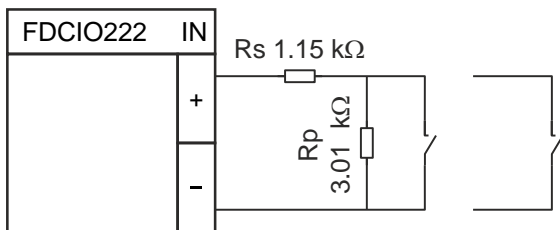
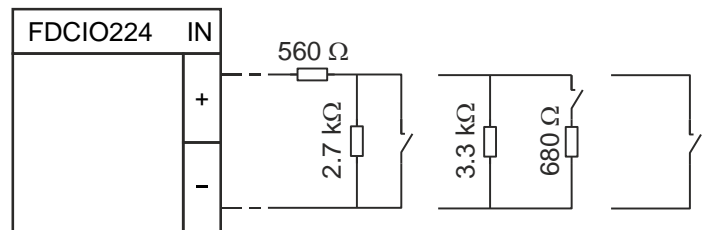

Fig. 6
Fig. 7
3. Connect resistors to input terminals (Fig. 6 and Fig. 7).
- Schließen Sie die Widerstände an den Klemmen der Eingänge an (Fig. 6 und Fig. 7). Die Widerstände müssen am Ende der Leitung angeschlossen werden! Anschließen ohne Widerstände möglich an Zentralen  $\geq$  MP6.